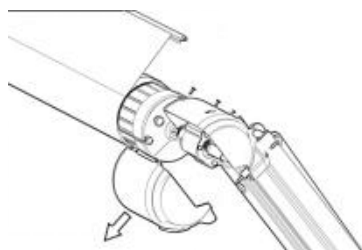

Figure C20
3.7 Otwórz osłonę dekoracyjną po stronie silnika ramienia składanego (Rysunek C20)